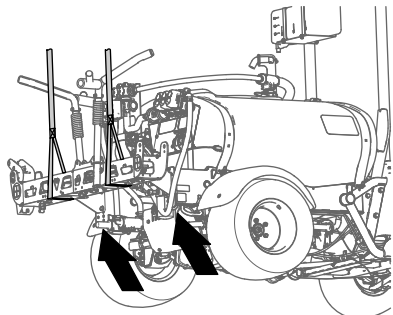

図 43
2. 所定の能力のあるホイストなどを使って、センターブームを支える 図 43。